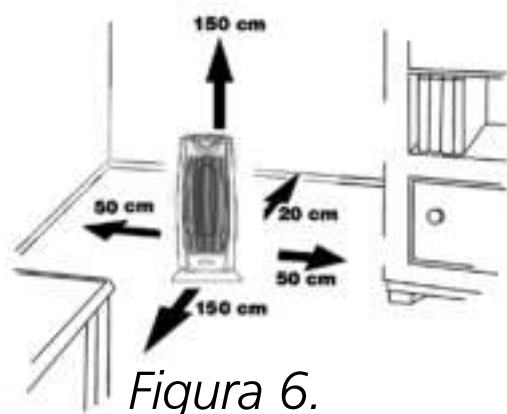

Figura 6.
5. Assicurarsi che ci sia spazio sufficiente attorno alla stufa. Vedasi la figura 6.